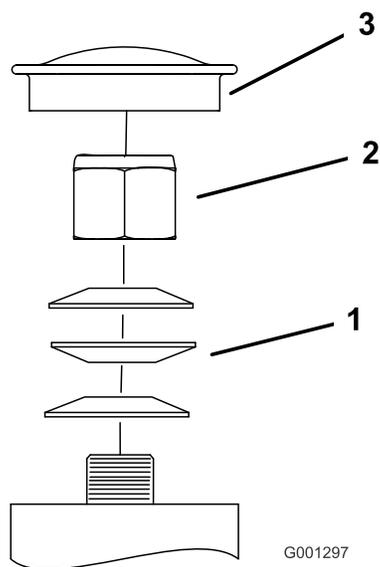

Figure 53
3. Retirez le capuchon antipoussière de la roue pivotante et serrez le contre-écrou (Figure 53).
4. Continuez de serrer le contre-écrou jusqu'à ce que les rondelles élastiques soient aplaties, puis desserrez-le de 1/4 de tour pour obtenir la précharge correcte des roulements (Figure 53).
Important: Veillez à placer les rondelles comme illustré (Figure 53).
5. Remettez le capuchon antipoussière en place (Figure 53).